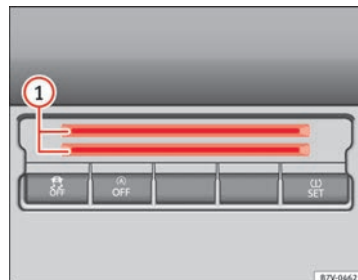

Fig. 108 Console centrale, in basso: vano per tessere.
Nella parte inferiore della console centrale è presente un vano → fig. 108 ① per depositare monete, tessere, scontrini di parcheggio o simili.